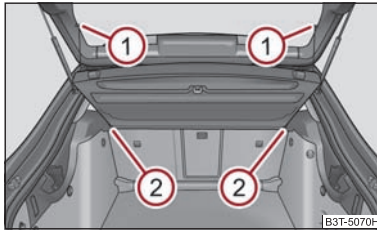

Fig. 85 Demontarea raftului din portbagaj
- Demontați benzile de susținere ① ⇒ fig. 85.
- Scoateți raftul din suportul ② orizontal în spate.
- La montare împingeți mai întâi raftul în suportul ② și apoi prindeți benzile de susținere ① de capota portbagajului.